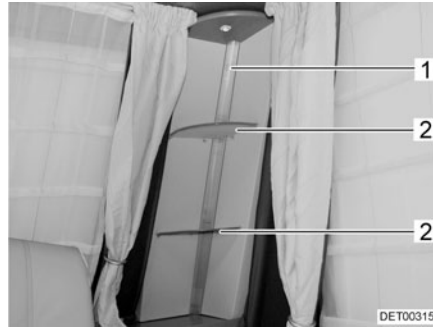

Fig. 174 Colonne lumineuse
- Retirer les étagères (Fig. 174,2).
- Serrer légèrement le verre de la lampe (Fig. 174,1) et le retirer.